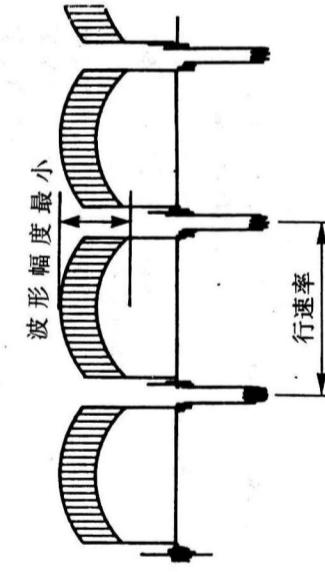

图 54
- ① 调整条件和步骤与采用矢量仪的情况相仿;
- ② 调节 VR322 和 VR323, 使信号波形为最小, 如图 54 所示。